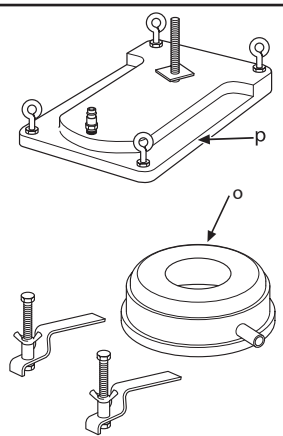

Fig. 5
4. Se si utilizza la piastra del vuoto accessoria (p) (fig. 5), verificare sempre che la superficie non sia porosa e non possa staccarsi dal pavimento o dalla parete. Controllare anche che la pompa del vuoto sia in grado di fissare la piastra del vuoto. Un esempio di motore a depressione adatto è Husqvarna VP200.
5. Raccogliere l'acqua in un apposito recipiente per evitare che danneggi l'attrezzatura (o) (fig. 5).
4. Bei Verwendung einer Vakuumpatte (p) (Abb. 5) (Zubehör) ist sicherzustellen, dass die Unterlage nicht porös ist, damit die Platte sich nicht von Fußboden oder Wand lösen kann, und die Vakuumpumpe das Ansaugen der Vakuumpatte bewältigt. Ein geeigneter Vakuummotor ist der Husqvarna VP200.
5. Wasserschäden sind zu vermeiden, mit Wassergefäß (o) (Abb. 5) arbeiten.
4. Si la plaque de sous-pression est utilisée (p) (Fig.5) (équipement supplémentaire), s'assurer que la base n'est pas poreuse et ne risque pas de se détacher du sol ou du mur et que la pompe à vide possède la capacité nécessitée par la plaque de sous-pression. Un moteur de vide approprié est le Husqvarna VP200.
5. Pour éliminer tout risque de dommages dus à l'eau, utiliser un collecteur d'eau (o) (Fig.5).
4. Indien een vacuümplaat wordt gebruikt (p) (fig. 5) (extra accessoire), moet u zich ervan vergewissen dat de ondergrond niet poreus is en van de vloer of wand kan loskomen én u moet controleren dat de vacuümpomp de vacuümplaat werkelijk vastzuigt, een geschikte vacuümpomp is Husqvarna VP200.
5. Voorkom waterschade, gebruik een wateropvangelement (o) (Fig. 5).